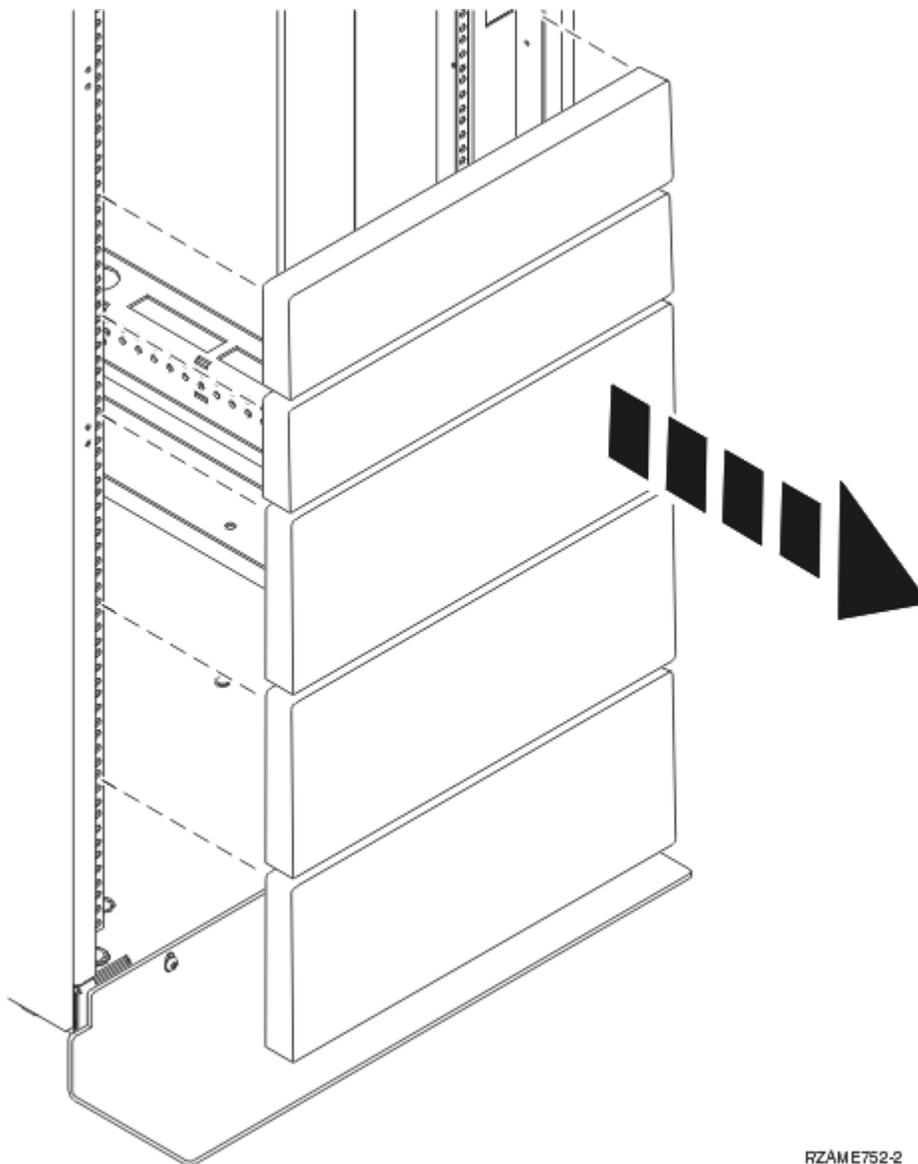

Figura 1. Extracción de los paneles de relleno
3. Si es necesario, extraiga los paneles de relleno para permitir el acceso al interior del alojamiento del bastidor donde tenga previsto colocar la unidad, tal como se muestra en la Figura 1 en la página 6.